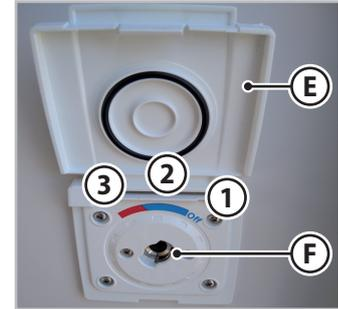

Abb. 6.40 - Anschluss für Handbrause
1. Heben Sie die Klappe (E - Abb. 6.40) an.
2. Stecken Sie den mitgelieferten Schlauch in den Anschluss (F - Abb. 6.40).